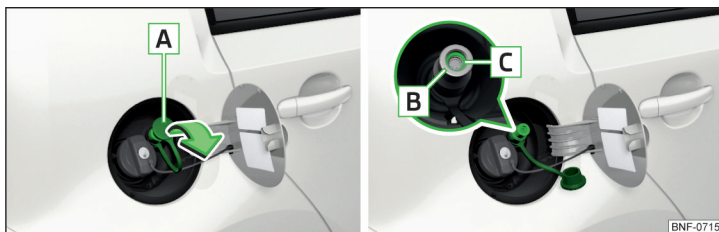

Fig. 136 Naturgaspåfyldningsstuds
- Tag kappen **A** » Fig. 136 af i pilens retning, og sæt tankpistolen fra tankanlægget på påfyldningsstuds **B**.
- Kontroller, at pakringen **C** » Fig. 136 bliver siddende i påfyldningsstuds **B**. Hvis pakringen er rutsjet over på tankpistolen, skal den sættes ind i påfyldningsstuds igen.